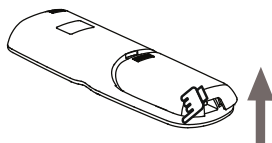

Fig. 2.7
- 2) Sollevare quindi l'estremità inferiore sinistra del coperchio per aprirlo (vedere Fig. 2.7).